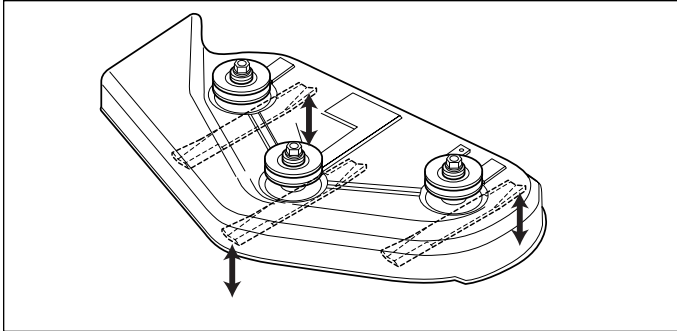

Figure 36. Orienter les lames longitudinalement
1. Orienter les lames longitudinalement (Figure 36).
2. Voir la Figure 36. Mesurer la distance entre les extrémités avant et arrière de chaque lame et le sol, comme illustré. Les pointes des lames à l'avant doivent être au même niveau que les pointes à l'arrière ou plus hautes de 3 mm maximum. Si ce n'est pas le cas, passer à l'étape 3.